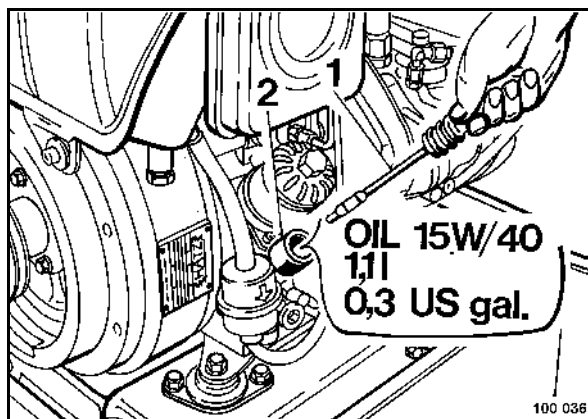
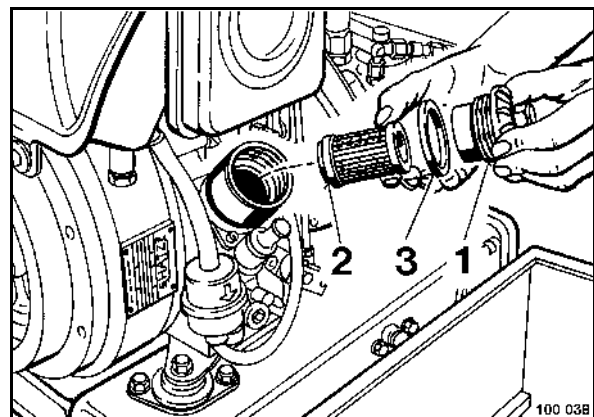

fig. 58
fig. 60
- Retirer la jauge d'huile (fig. 58) de l'orifice de remplissage d'huile.
- Dévisser le couvercle du filtre d'huile (1) (fig. 60) et le nettoyer.
- Introduire le filtre neuf avec l'embase (2) orientée vers le bas.
- Vérifier, si besoin remplacer le joint (3) dans le couvercle.
- Revisser fermement le couvercle (1).
- Remplir l'huile neuve par l'orifice de remplissage (fig. 58).